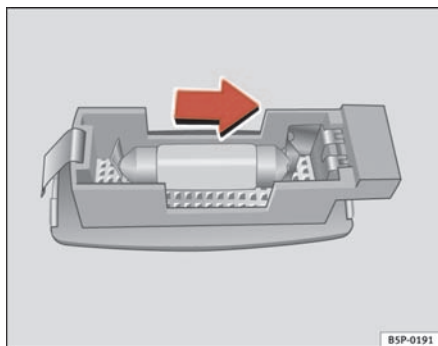

Abb. 192 Ausbau der Leuchte in der Sonnenblende
- Das Lampenglas mit einem Schraubenzieher vorsichtig an der Vertiefung heraushebeln, wie dies der Pfeil zeigt ⇒ Abb. 192.
⇒ Abb. 192 ■